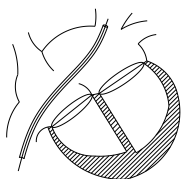

Figura 5.Ilustrarea introducerii teicii în inimă
- Spălați dilatatorul și teaca cu soluție salină, apoi introduceți dilatatorul în teacă și închideți piulița de strângere pentru a vă asigura că dilatatorul se fixează bine de teacă. Avansați teaca cu dilatatorul peste firul de ghidare de schimb prin defectul septal în vena pulmonară superioară stângă. Scoateți firul de ghidare de schimb și dilatatorul (Consultați Figura 5).